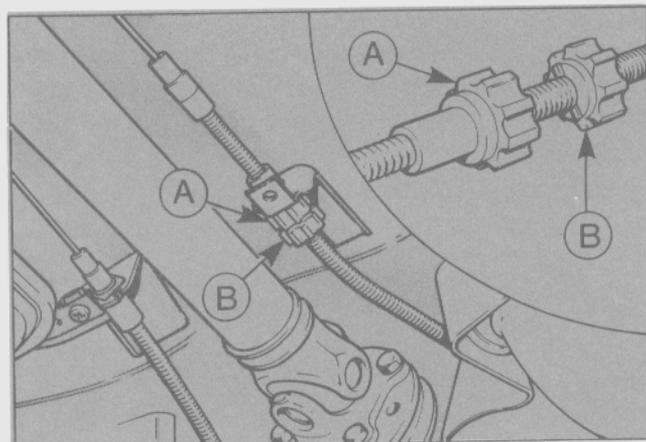

Fig. 30 - Regulador del freno de estacionamiento.
- Apretar la contratuerca hasta que el regulador y la misma queden bloqueados (Fig. 30).